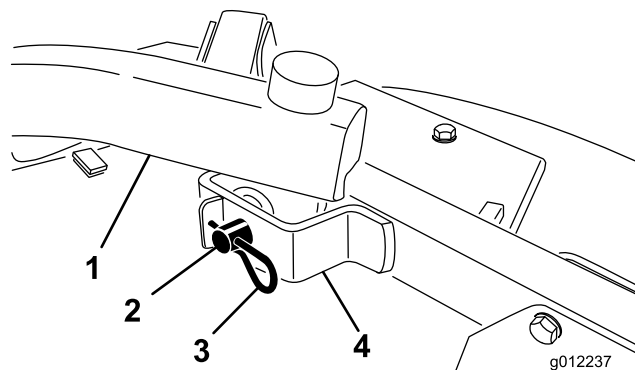

Figura 24
4. Retire os contrapinos tipo grampo e pinos de segurança que fixam os braços de elevação aos suportes do braço da roda giratória (Figura 24).